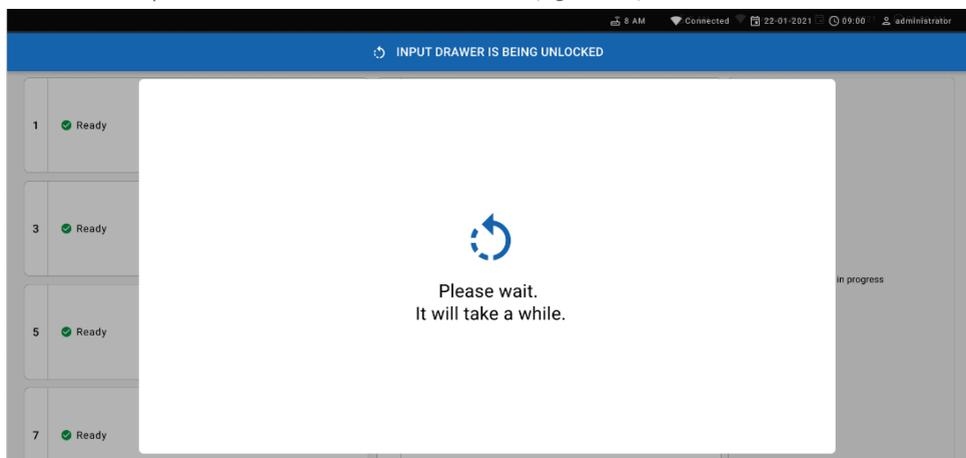

Figure 54. Boîte de dialogue d'attente du plateau d'entrée.
5. Attendez que le tiroir d'entrée soit déverrouillé (figure 54).